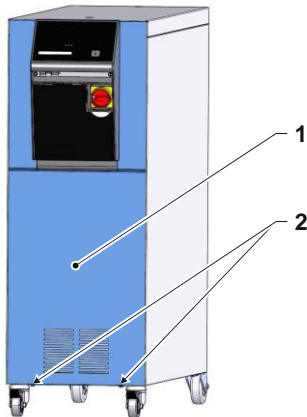

Abb. 1: Frontblech entfernen
- 2x Sechskant- Schrauben lösen (Kennzeichnung 2 → Abb. 1).
- Frontblech (Kennzeichnung 1 → Abb. 1) unten leicht herausziehen.